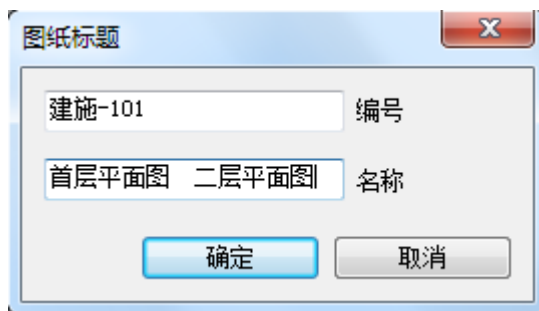

图 8-10
- 1) 定义图纸编号和名称：接上节练习，或打开光盘中“第8章 施工图布局与出图”文件夹中的文件“27\_创建项目信息与图纸.rvt”，在项目浏览器中展开“图纸”项，右键单击图纸“A-101”，在弹图的选项卡中选择“重命名”按图示内容定义（如图8-10所示）。